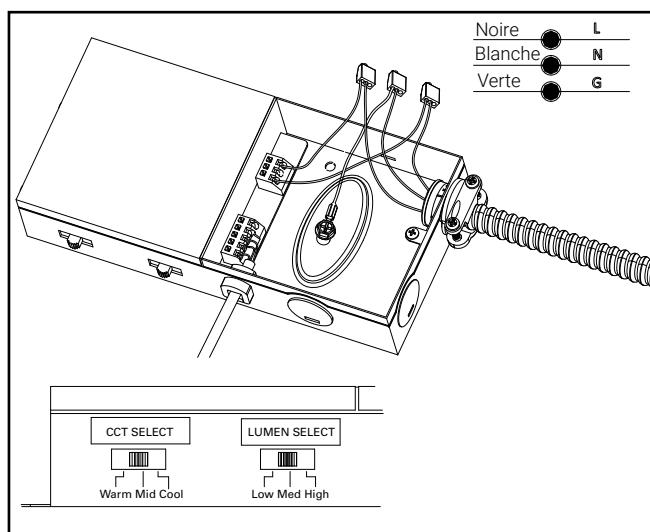

Figure 9.
3. Dévissez la vis d'alimentation électrique et branchez l'alimentation électrique dans l'ordre suivant : vert à la masse, blanc au neutre et noir à chaud. Les lumens et la température de couleur souhaités peuvent être sélectionnés en ajustant les interrupteurs sur le boîtier de pilote. Voir la figure 9.